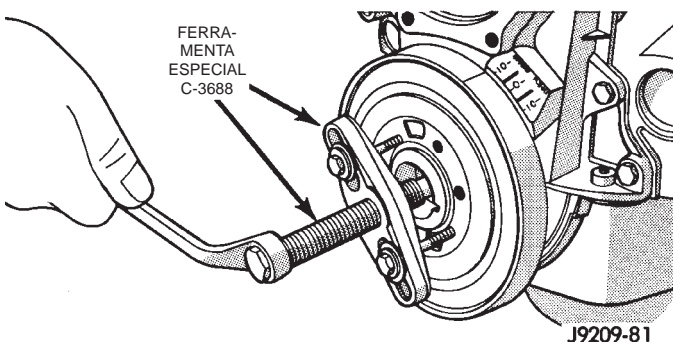

Fig. 31 Conjunto do Abafador de Vibração
(1) Desconecte o cabo negativo da bateria.
(2) Remova os parafusos retentores do defletor de ar do ventilador e ajuste o defletor sobre o motor.
(3) Remova o ventilador do sistema de arrefecimento.
(4) Instale a correia em serpentina (consulte o Grupo 7, "Sistema de Arrefecimento").
(5) Remova a polia do abafador de vibração.
(6) Remova a arruela e o parafuso do abafador de vibração da extremidade do eixo de manivelas.
(7) Instale a barra e o parafuso do Conjunto da Ferramenta do Extrator C-3688, instale 2 parafusos com arruelas através da ferramenta do extrator e no abafador de vibração (Fig. 31).